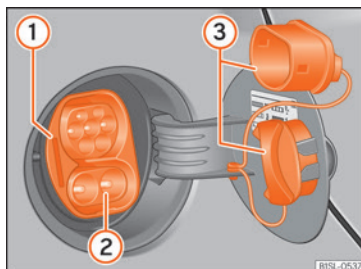

Fig. 145 Bag batteriladeklappen: ladestikdåse (principskitse)
Forklaring til »» Fig. 145
- Tryk på batteriladeklappen på sidedelen, mens bilen er låst op, for at åbne klappen »» Fig. 145.
- Tag de to beskyttelseskapper af ladestikdåsen »» Fig. 145 ③. For at løsne den nederste beskyttelseskappe skal man først tage den øverste kappe af.
- Sæt ladestikket i ladestikdåsen »» Fig. 145 ②.
Under opladningen blinker opladningsindikatoren »» Fig. 145 ① grønt. Kontrollampen  »
- Sæt beskyttelseskapperne på ladestikdåsen » » Fig. 145 ③.